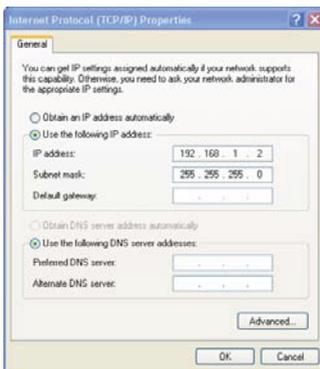

Рис. 7. Окно свойств интернет-протокола (TCP/IP)
6. Выберите **Use the following IP Address (Использовать следующий сетевой адрес)** и заполните поля в соответствии с рис. 7.